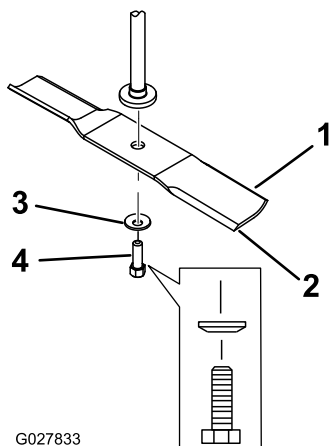

Figura 60
2. Retire a cavilha da lâmina, a anilha curva, e a lâmina do eixo (**Figura 60**).
- Instale lâmina no eixo (Figura 60).
- Instale a anilha curva (lado oval virado para a lâmina) e o parafuso da lâmina (Figura 60).